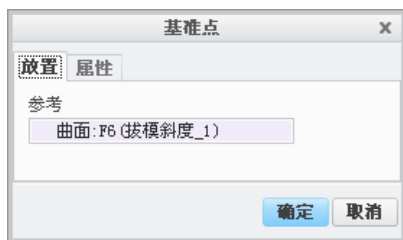

图 3.1.20 “域准点”对话框
Step3. 选取放置参考。在圆锥面上单击，则单击处产生一个基准点 FPNT0（图 3.1.20），这就是域点。用户可用鼠标拖移该点，以改变点的位置。